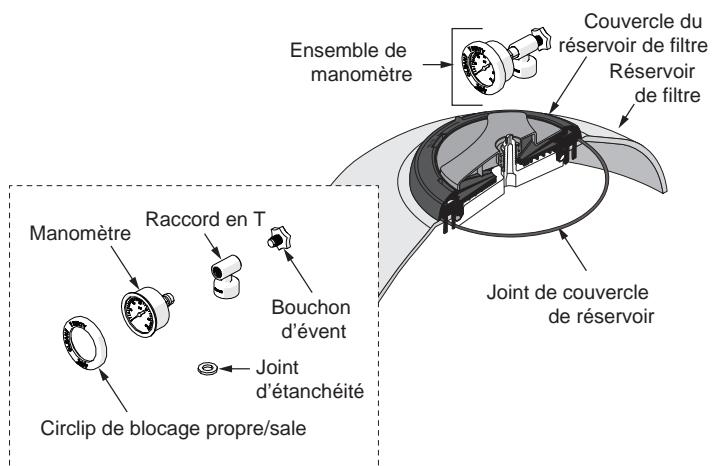

Figure 5. Installation du couvercle et du manomètre
Assurez-vous que le joint torique est complètement nettoyé et lubrifié avec un lubrifiant à base de pétrole non. Avant de soumettre le filtre de pression, s'assurer que la poignée est tournée, aussi serrées que possible, de sorte qu'une bonne étanchéité est atteinte. Voir Figure 5.
4. Vérifiez que le couvercle est correctement fixé et serré. Voir Figure 5.